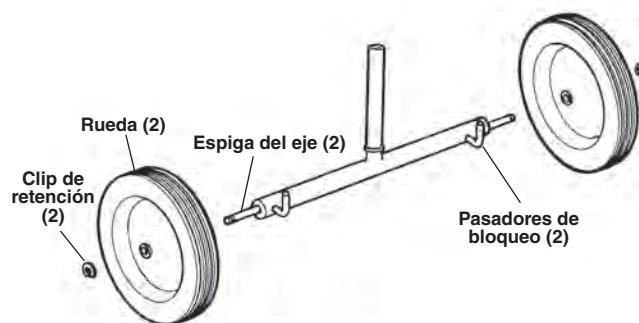

Figura 27 – Montaje del transportador No. 32
1. Si fuera necesario, Monte el transportador No. 32. Vea la *Figura 27*.